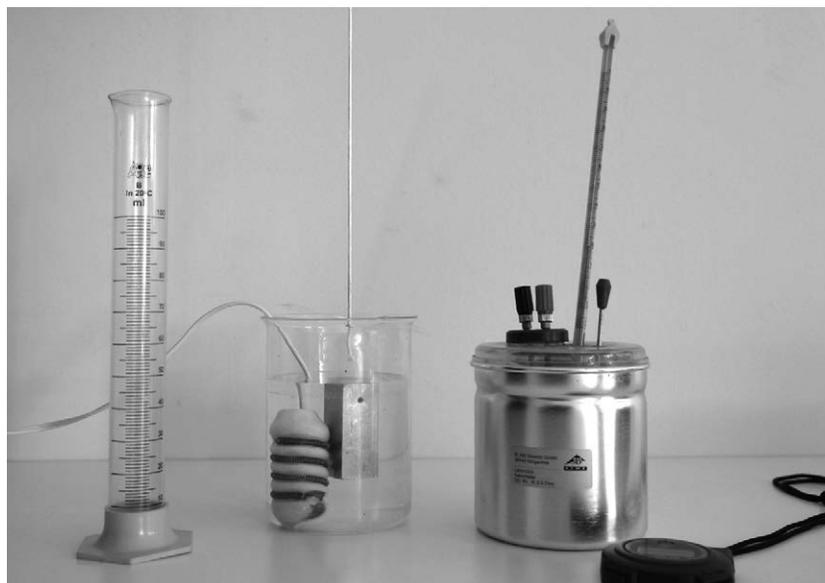

Figura 6.2 Montaje experimental para el cálculo del c_p de un material desconocido
2. Ponga a calentar agua en un beaker empleando el electrodo. Ate el elemento a medir con una cuerda y póngalo dentro del agua que está calentando, teniendo cuidado de que no toque las paredes ni el fondo del recipiente (ver figura 6.2).